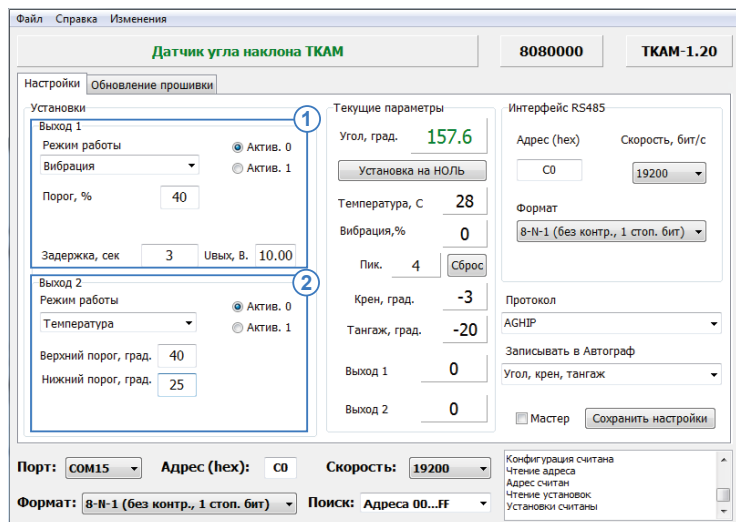

Рис.16. Настройка режимов «Вибрация» и «Температура».
**Для данного режима настройте следующие параметры (Рис.16, п.1):**
**Для режима «Температура» настройте следующие параметры (Рис.16, п.2):**